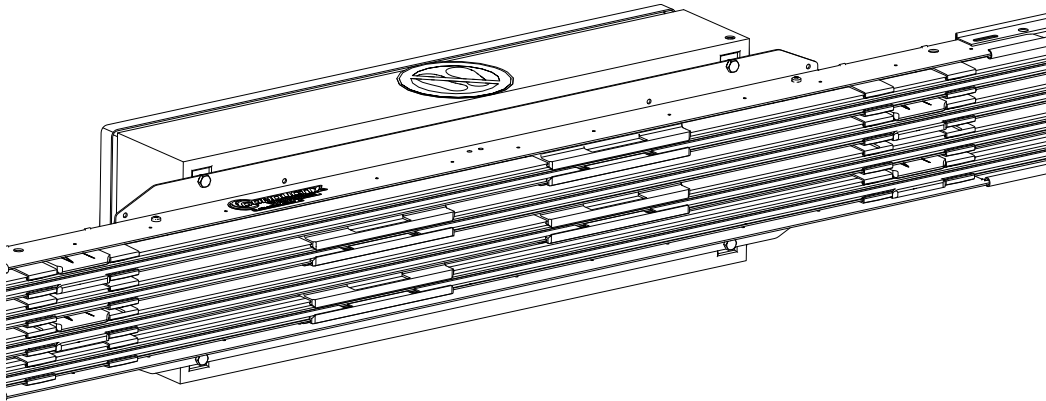

Abb. 38: Alle Schleifleitungspole sind montiert
5. Alle weiteren Schleifleitungspole auf die gleiche Weise montieren und die Hilfskonsolen wieder aus dem ProShell-Tragprofil entfernen (siehe Abb. 38).